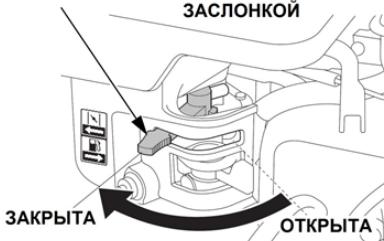

Рис. 15 Рычаг управления воздушной заслонкой (вид сверху)
3. Закройте воздушную заслонку карбюратора. Для этого переведите рычаг управления воздушной заслонкой в крайнее левое положение (Рис. 15).